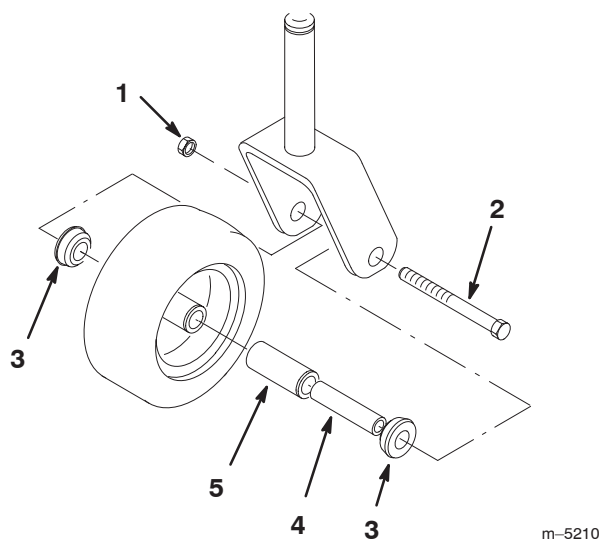

Bild 57
1. Entfernen Sie die Sicherungsmutter und die Radschraube, mit denen das Laufrad an der Laufradgabel befestigt ist (Bild 57).
2. Entfernen Sie eine Büchse und ziehen Sie dann die Steckbüchse sowie das Rollenlager aus der Radnabe heraus (Bild 57).
3. Entfernen Sie die andere Büchse aus der Radnabe und entfernen Sie Fett- und Schmutzrückstände aus der Nabe (Bild 57).
4. Prüfen Sie das Rollenlager, die Büchsen, die Spannbüchse und die Innenseite der Radnabe auf Abnutzung. Tauschen Sie abgenutzte und beschädigte Teile aus (Bild 57).
5. Stecken Sie zum Zusammenbauen eine Büchse in die Radnabe. Fetten Sie das Rollenlager und die Spannbüchse ein und schieben beide in die Radnabe. Stecken Sie die zweite Büchse in die Radnabe (Bild 57).
6. Bringen Sie das Laufrad in der Laufradgabel an und befestigen Sie es mit der Radschraube und Sicherungsmutter. Ziehen Sie die Sicherungsmutter so weit fest, dass die Spannbüchse auf die Innenseite der Laufradgabeln trifft (Bild 57).